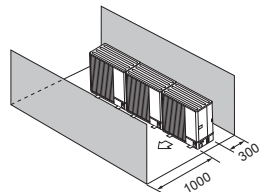

Fig. 2-18
- (4) Ostruzioni o superfici chiuse solo davanti e dietro (Fig. 2-18)